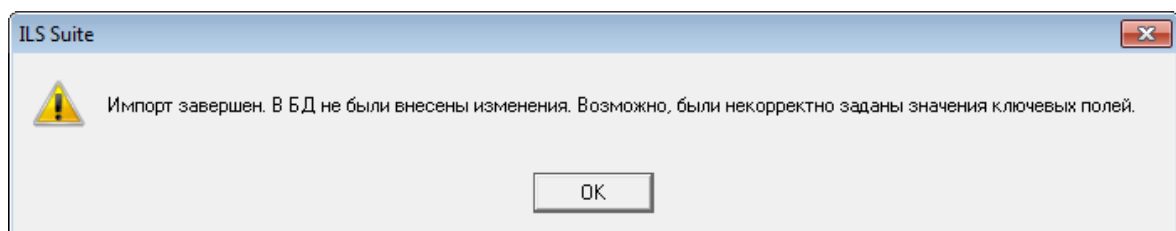

Рис. 10-88 – Сообщение о невозможности выполнить импорт данных
– В случае если соответствие между колонками в обменном файле и полями БД не удалось установить автоматически, нужно задать его вручную. Для этого раскрыть список полей БД, нажав кнопку в правой части ячейки в строке «Поле БД», и затем выбрать нужное значение из списка (рис. 10-88).